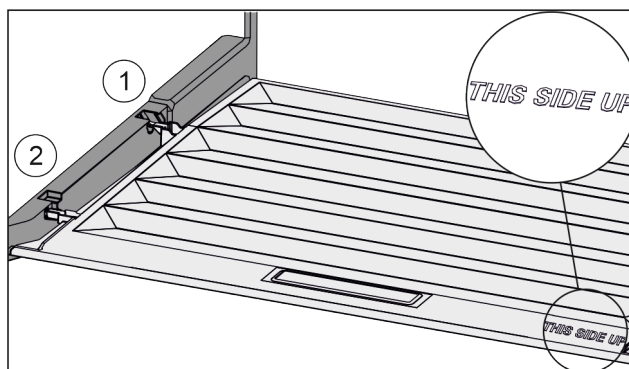

Fig. 92
- Skyv inn dekseltrinn via åpningen til bakre holder Fig. 92 (1) og klikk dem på plass i fremre holder Fig. 92 (2).